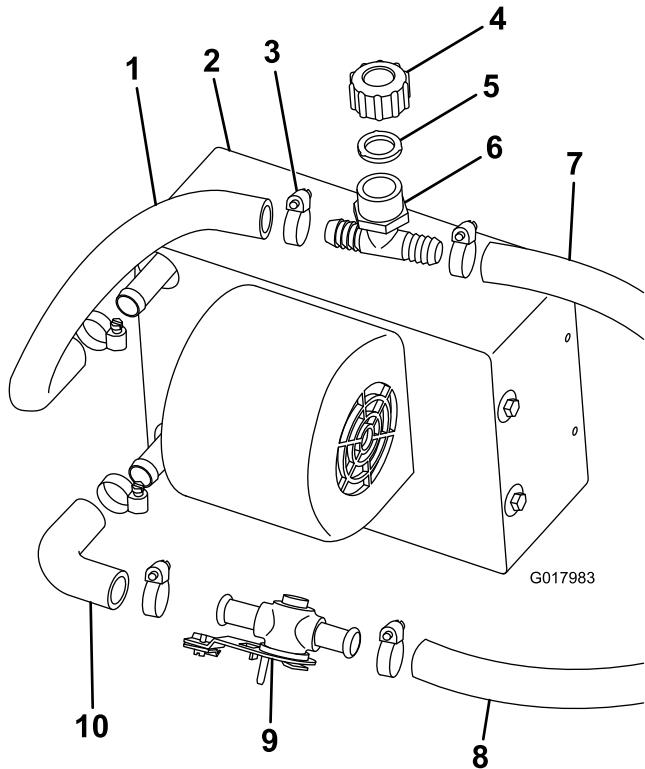

Figura 13
1. Conecte el codo al acoplamiento inferior del calentador con una abrazadera (Figura 13).
2. Conecte la válvula del calentador al codo con una abrazadera (Figura 13).
3. Corte un trozo de manguera de 5/8 pulgada de 36 cm de largo, y sujételo al acoplamiento superior del calentador con una abrazadera (Figura 13).
4. Conecte el acoplamiento en T blanco, la junta y el tapón a la manguera superior del calentador con una abrazadera (Figura 13).